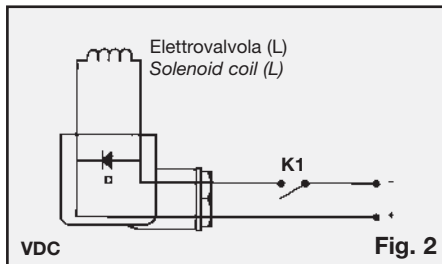

Fig. 2
**Con diodo in parallelo all'elettrovalvola (Fig. 2)**
**With Diode in parallel to the coil (Fig. 2)**